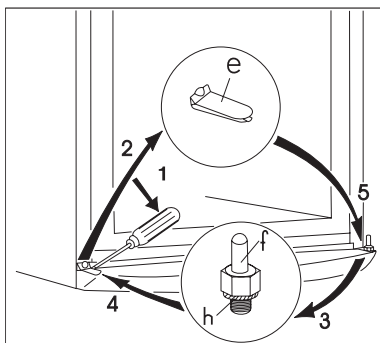

Рис. 4
- Приподнять при помощи отвертки вкладыш (е) нижней решетки настила (рис. 4).
- Выкрутить нижний несущий болт двери морозильной камеры (h, f) и вкрутить его с другой стороны. Не забудьте про подкладную шайбу (h) (рис. 4).
- Установить дверь морозильной камеры на нижний несущий болт (f) (рис. 4).